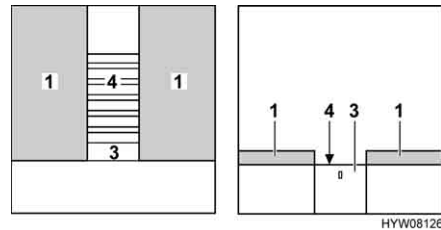

Bild 137 Während des Umbaus
- Wenn am Auszug (Bild 137,3) eine Verriegelung angebracht ist: Hinter die Blende fassen und Auszug entriegeln.
- Lattenrost (Bild 137,4) bzw. Verlängerung mit dem Auszug ganz herausziehen.